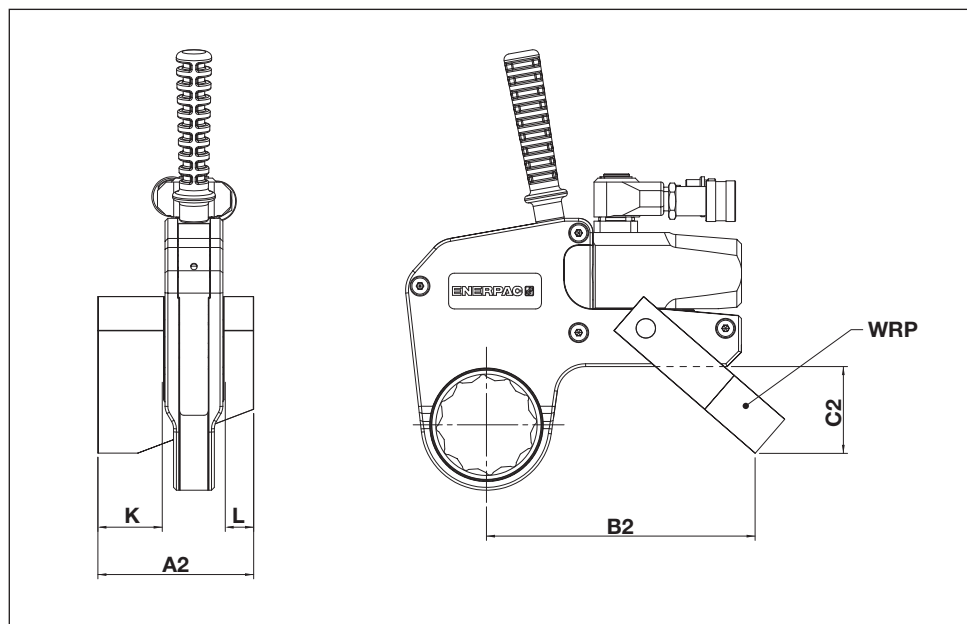

Fig. 24
6.1.2 Mått, WRP-serien mothållsarpaddel (Fig. 24)